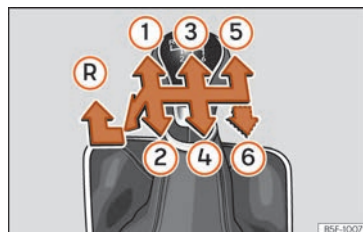

Abb. 258 Schaltschema bei einem 5-Gang bzw. 6-Gang Schaltgetriebe
Auf dem Schalthebel sind die Positionen der einzelnen Fahrgänge dargestellt »» **Abb. 258**.
- Schalthebel auf Leerlauf stellen und nach unten drücken, ganz nach links und dann nach vorne schieben, um den Rückwärtsgang »» **Abb. 258**  einzulegen.